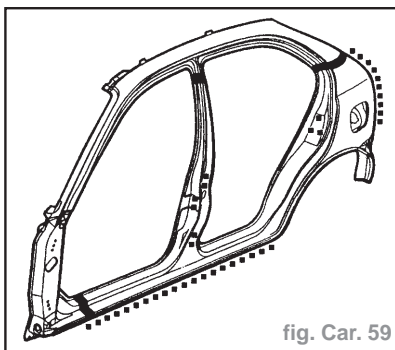

fig. Car. 59
- Préparer et nettoyer les faces d'assemblage de panneau. Poinçonner ou percer des trous dans le panneau neuf pour le soudage en bouchon et découper le panneau pour former un joint soudé bout à bout comme illustré (fig. Car. 59).